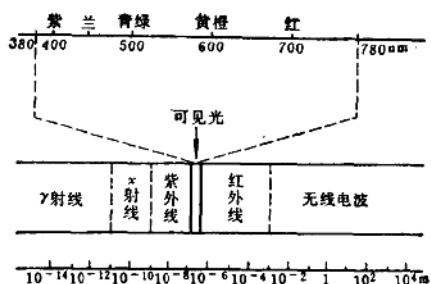

图 39-1-1 电磁波谱
a. 光 光是能引起视觉的辐射能，它是一种电磁波。光的波长一般在 380~780 毫微米 (nm, $1\text{nm}=10^{-9}\text{m}$) 范围内，不同波长的光给人的颜色感觉不同。波长长于 780 毫微米的辐射及短于 380 毫微米的辐射均不能引起视觉，前者称为红外辐射，后者称为紫外辐射，见图 39-1-1。